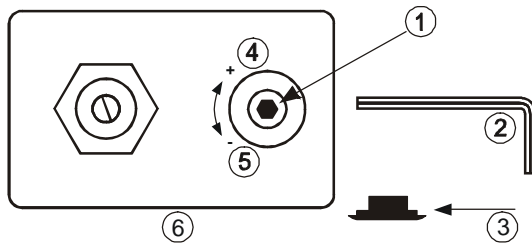

Fig. 5
Настройка на другие значения уставки производится перед монтажом FSE в соответствии со следующей процедурой (Нумерация соответствует Рис. 5): Снимите защитную заглушку (3). Вставьте прилагаемый 2мм торцевой шестигранный ключ (2) в регулировочный винт (1). Поверните ключ по часовой стрелке (+) для увеличения, или против часовой стрелки (-) для уменьшения уставки давления. Не поворачивайте регулировочный винт по часовой стрелке **больше, чем на 3 оборота** (+3).
For adjustment to other settings follow procedure below before mounting FSE (Numbers refer to Fig. 5):